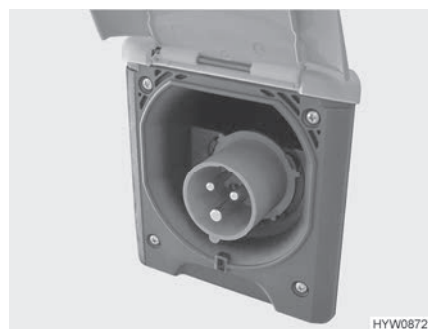

Bild 83 230 V-anslutning på fordonet (CEE-uttag)
- Öppna höljet på 230 V-anslutningen i fordonet (Bild 83) och stick in stickkopplingen. Kontrollera så att låsklacken i den fjäderspända klapplocket är ikopplad.